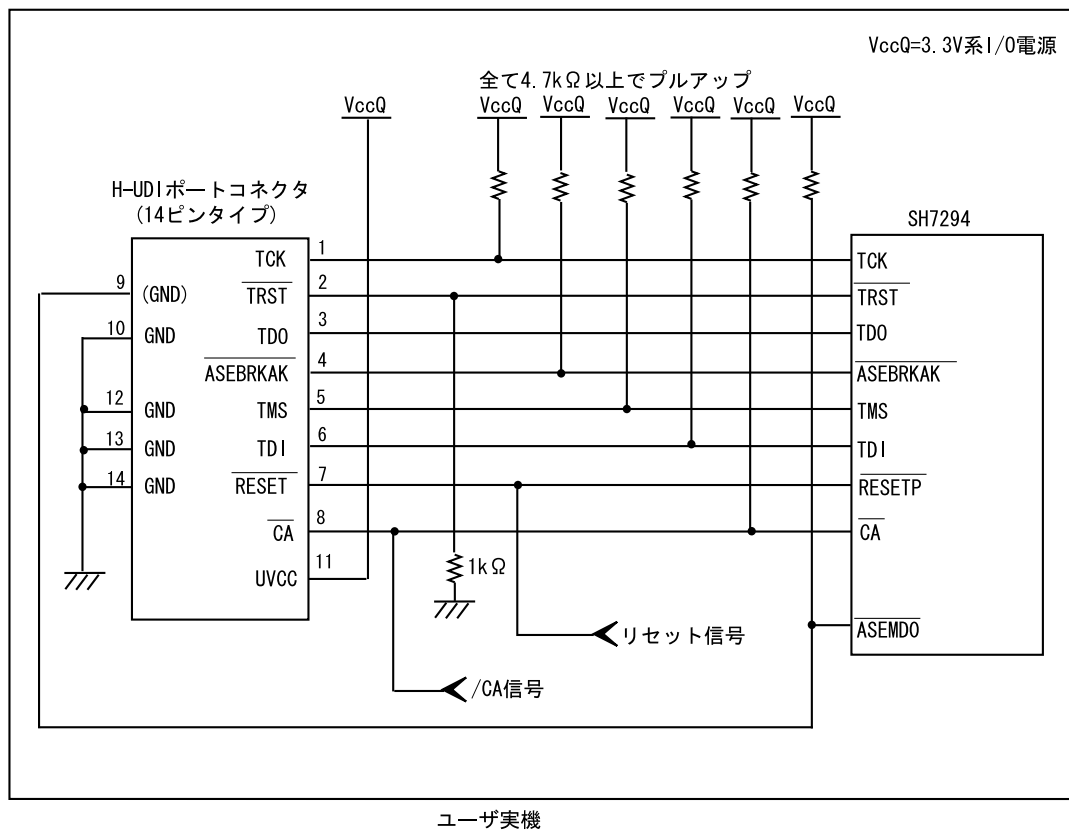

図 1.5 E10A-USB 使用時の H-UDI ポートコネクタ - チップ間の推奨接続例
- 図 1.5 推奨接続例で回路を組んだ場合の E10A-USB エミュレータのスイッチ設定: SW2=1, SW3=1
- 図 1.5 推奨接続例で回路を組んだ場合の E10A-USB エミュレータのスイッチ設定: SW2=0, SW3=0